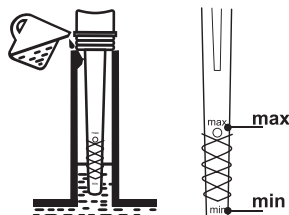

Fig. 10
4. O nível de óleo deve estar entre o “mínimo” e o “máximo” das marcações de nível de óleo. Adicione mais óleo se necessário. Não encha demais (Fig. 10)